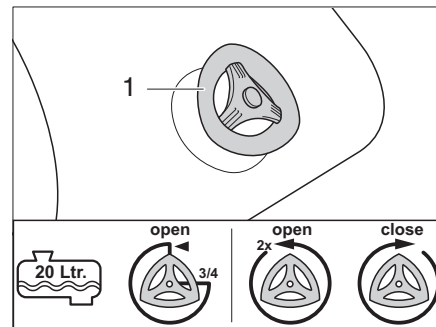

Bild 337 Avtappningskran
- 1/2 full eller mindre: Vrid avtappningskranen (Bild 337,1) ett 3/4-varv moturs. Vattnet rinner ut.
- 3/4 full och mer: Vrid avtappningskranen (Bild 337,1) 2 varv moturs. Vattnet rinner ut.
- Stäng avtappningskranen (Bild 337,1) medurs.